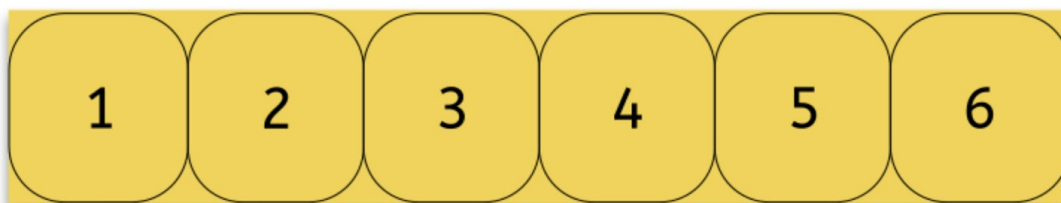

Рис.7. Разделение ворот на 6 участков.
9.3.A.4. Первоначально противоположные ворота полностью открыты (см. Рис. 7). После каждого забитого гола член команды бросает кубик, и часть ворот, соответствующая числу на кубике, будет закрыта чёрным ящиком. Если эта часть цели уже пройдена, кубик снова будет брошен (см. Рис. 8).